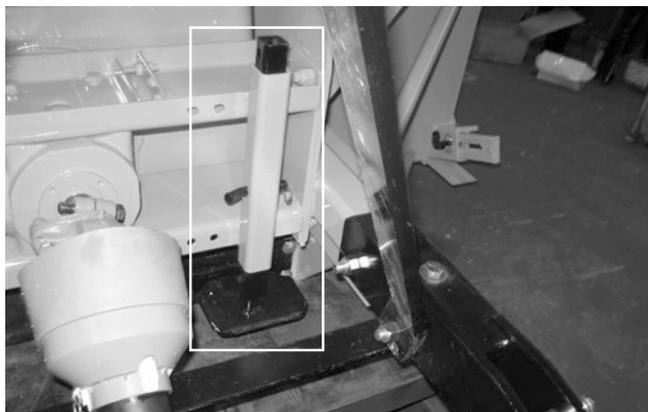

Figure 20
- 6) Après avoir installé la souffleuse sur le tracteur, relever la béquille de soutien (Fig. 20).